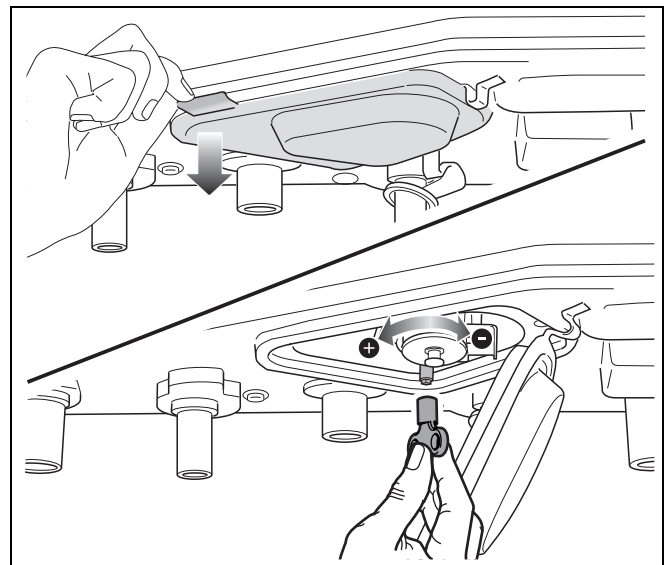

fig. 66 Instellen uitstroomhoeveelheid tapwater
- Controleer de warm water doorstroomhoeveelheid, → paragraaf 9.3.1 "Tapwaterdebiet controleren" op pagina 37. Indien er onvoldoende warm water is, controleer dan: de water voordruk, inlaatcombinatie, doorstroombegrenzer (→ fig. 66), tapwaterkranen (filters), flowsensor met vuilfilter en de platenwisseelaar.